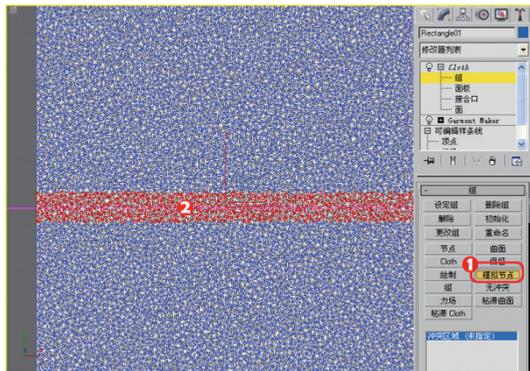

图9-78 选择节点
**09** 单击【模拟节点】按钮，再在视图中选中如图9-78所示的节点。